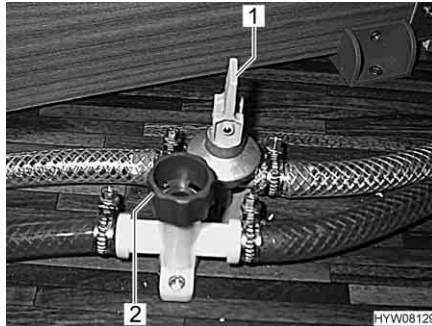

Fig. 127 Robinets de vidange
- Fermer tous les robinets de vidange pour chauffe-eau. Pour cela, mettre le levier à bascule (Fig. 127,1) à l'horizontale et faire tourner le capuchon (Fig. 127,2) dans le sens des aiguilles d'une montre.
- Ouvrir tous les robinets de vidange pour chauffe-eau. Pour ce faire, placer le levier à bascule (Fig. 127,1) à la verticale et faire tourner le capuchon (Fig. 127,2) dans le sens inverse des aiguilles d'une montre.